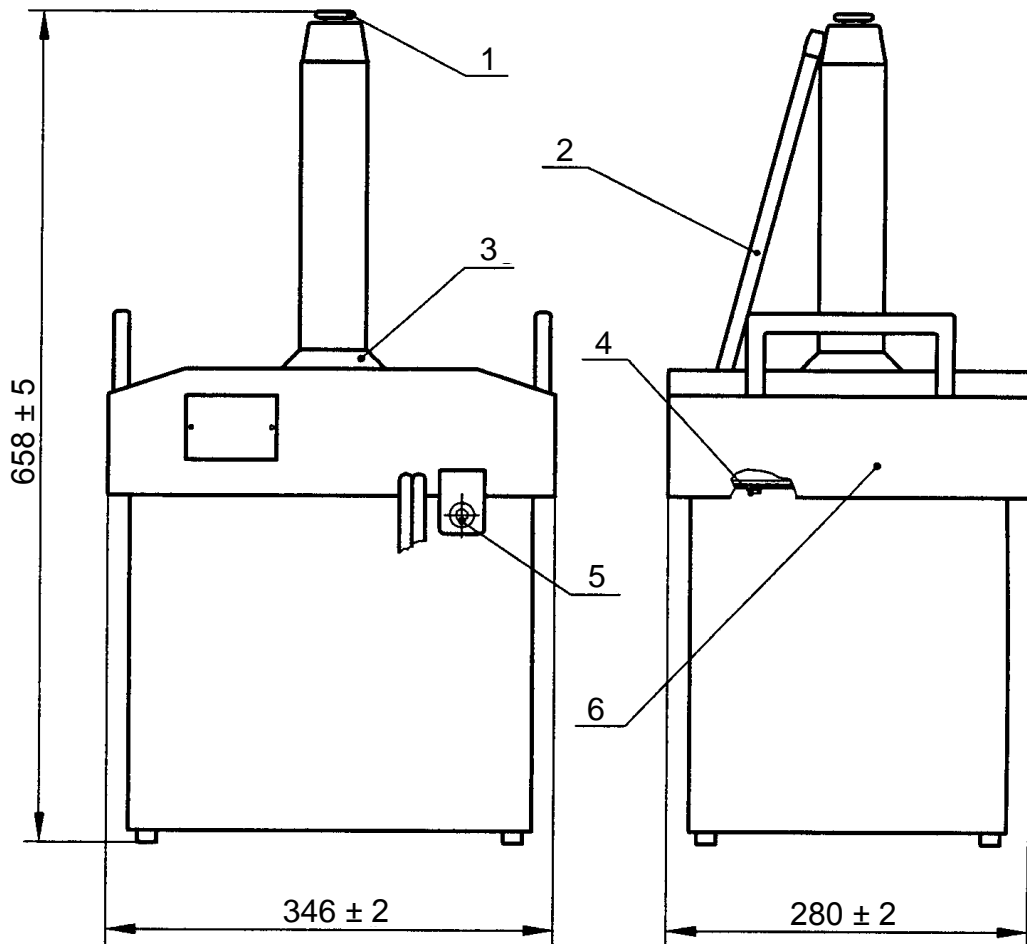

Рисунок 1 – БВН
7	Габаритные размеры (см. рис.1 – 2)
2.1.1 Аппарат выполнен в виде двух переносных блоков, соединенных кабелем: БВН и БУ. Внешний вид блоков представлен на рис. 1, 2.
3.2.2 Отвернуть четыре гайки, которые крепят рукоятки и кожух БВН, снять уплотнительное кольцо и кожух (см. рис. 1).